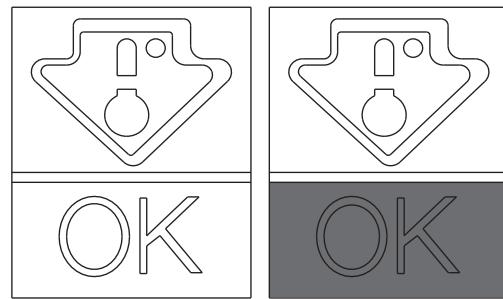

Fig. 6
- Para manter o melhor sabor, nutrientes e frescura dos alimentos, é recomendável armazená-los no compartimento do frigorífico como ilustrado na fig. 6 abaixo, certificando-se que os embala em alumínio ou folhas de película plástica ou em contentores cobertos apropriados para evitar contaminação cruzada.
Verifique se o indicador de temperatura apresenta claramente a palavra OK (Fig. 6).